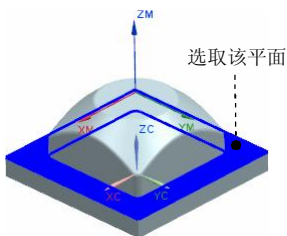

图 3.18 指定切削区域
Step2. 选取图 3.18 所示的面为切削区域，在“切削区域”对话框中单击 **确定** 按钮，完成切削区域的创建，同时系统返回到“底壁加工”对话框。